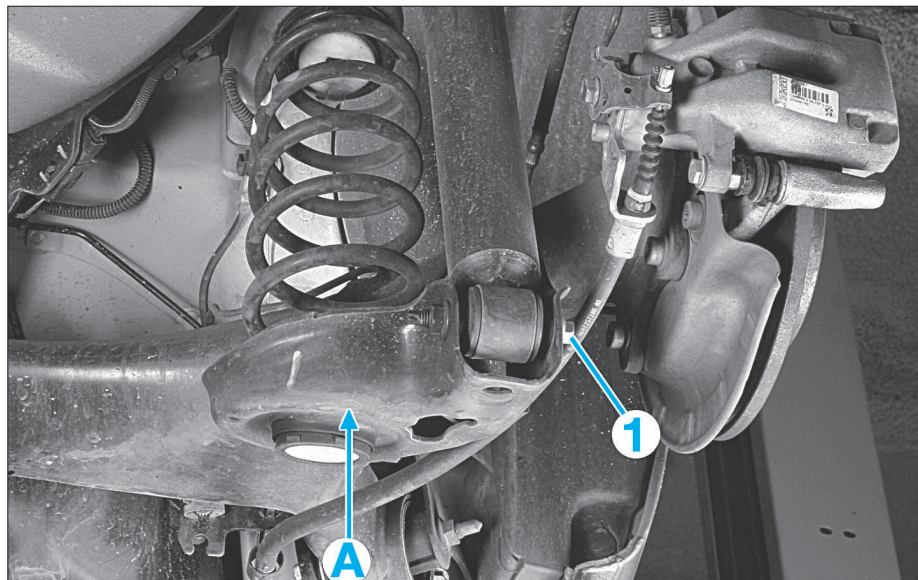

FIG. 36
- Positionner un outil de levage en (A) (Fig.36).
- Déposer le boulon (1).
- positionner un outil de levage en (A) (Fig.36)
- déposer le boulon (1)